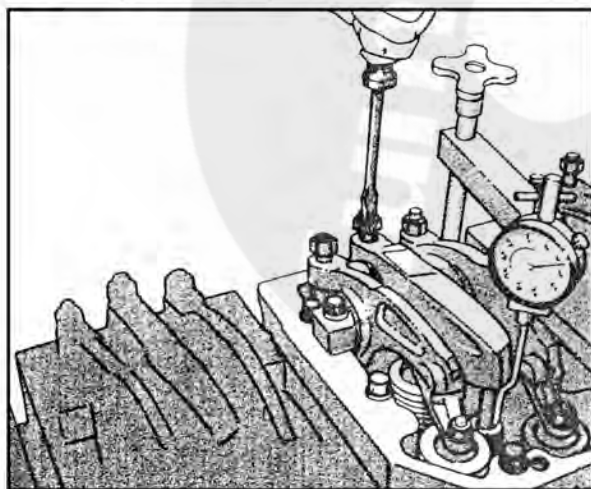

图 2-18 调整喷油柱塞行程
4. 至少拧回调整螺钉 1/2 圈，再拧到底，将千分表指针调零 (0)。
5. 拧回调整螺钉直到柱塞行程在表 2-4 上的规定之内 (图 2-18)。